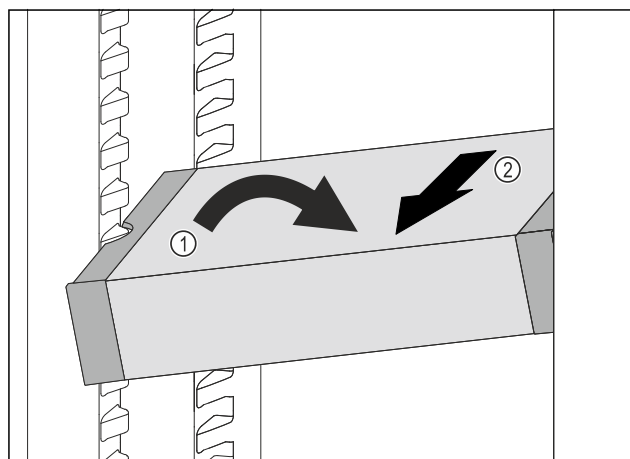

Fig. 166
- Incliner le VarioSafe dans la partie réfrigérateur. *Fig. 166 (1)*
- Sortir le tiroir VarioSafe par l'avant. *Fig. 166 (2)*